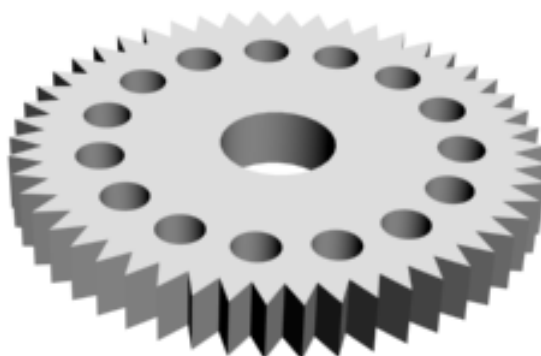

Рис. 6.2. Сплайн-сечение с примененным модификатором **Extrude (Выдавливание)**
- При помощи параметра **Amount (Величина)** укажите высоту объекта выдавливания (рис. 6.2.).